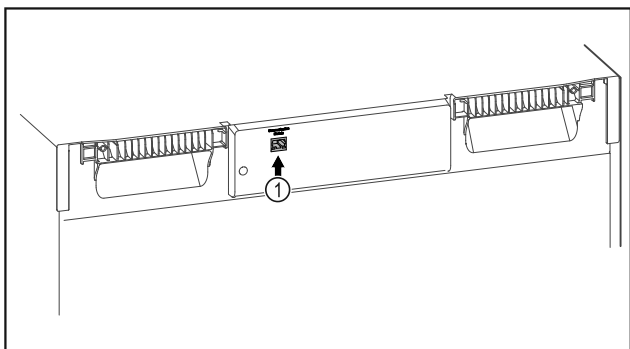

Fig. 98
- Założono SmartModule Fig. 98 (1).